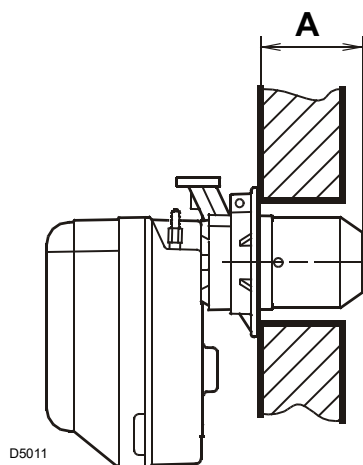

Abb. 11
Der Brenner kann auf variabler Höhe (A) befestigt werden, siehe Abb. 11.